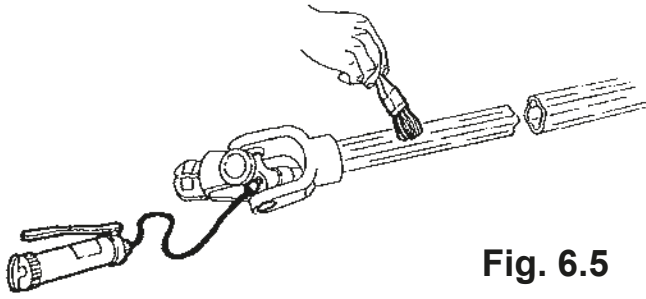
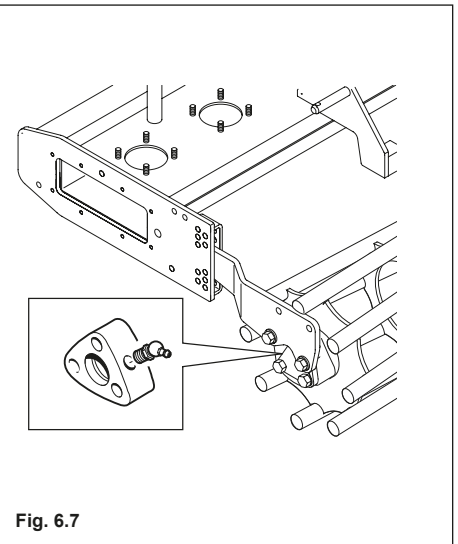

Fig. 6.5
Fig. 6.7
• **Crucetas del eje cardánico:** Fig.6.5 controlar y engrasar cada vez que se inicia el trabajo con grasa PAKELO BEARING EP LC NLGI 2. frecuentemente, engrasar los soportes del rodillo trasero Fig.6.7 con grasa PAKELO BEARING EP LC NLGI 2.